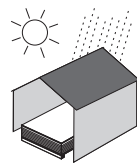

Fig. 4
- Sla de platen op in een droge, schone en vorstvrije ruimte. (Fig 4.)